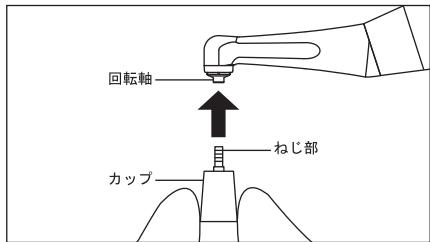

図 3
- 1) カップまたはブラシを軽くつまみ、コントラアングルヘッドの回転軸にねじ部を挿し込み、軽く締まるまで時計回り方向にねじ込みます。最後にモータハンドピースを低速で正回転させ、ねじ部が入りきったところでカップまたはブラシから指を放します。(図 3)